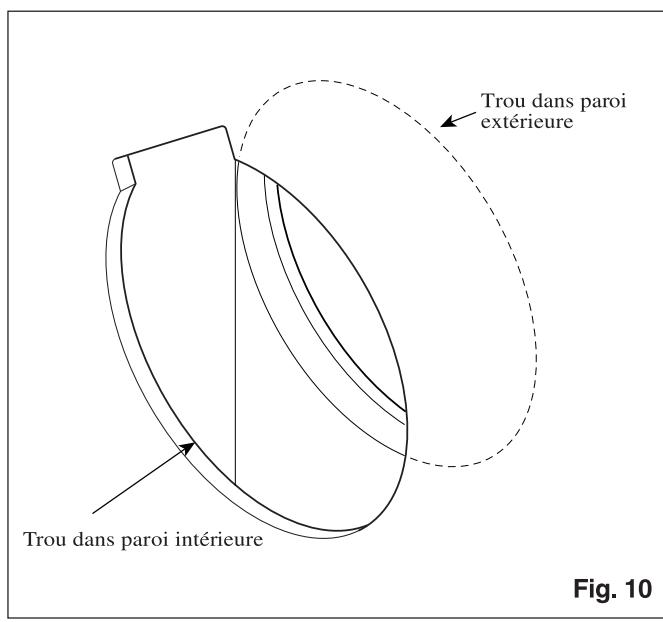

Fig. 10
1. Réaliser des trous dans les parois intérieure et extérieure (voir Fig. 10). Utiliser le patron pour effectuer le trou dans la paroi intérieure. Le trou dans la paroi extérieure doit avoir un diamètre de 215 mm (8 1/2").